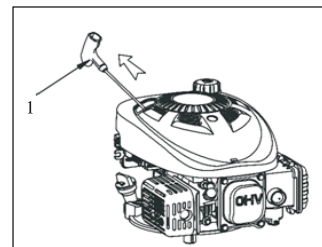

Fig.3
CUIDADO: Não permita que a alavanca do motor de arranque (1) se encoste contra o motor. Retorne delicadamente para evitar danos ao motor de arranque. (Fig.3)